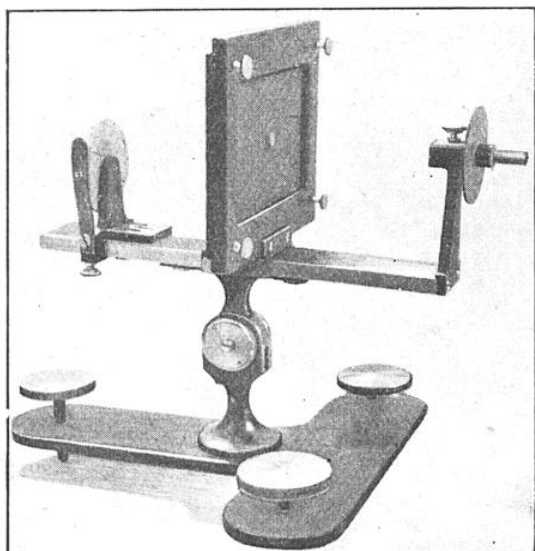

FIG. 4. — ENSEMBLE D'UN SPECTROGRAPHE A RAYONS X POUR L'ÉTUDE DES CRISTAUX
3) *La méthode des poudres ou de Debye et Scherrer et de Hull* (fig. 4), dans laquelle on éclaire un assemblage de microcristaux (poudre, métal) à l'aide d'un rayonnement également monochromatique. Les petits cristaux ayant toutes les orientations possibles, il en est de même de leurs plans réticulaires, et l'on obtient alors un phénomène de révolution autour de la direction des rayons X. Le cliché se compose de cercles concentriques, chacun de ces cercles correspondant à la réflexion des rayons X sur une série de plans réticulaires.
Ce procédé est de beaucoup le plus utilisé dans les laboratoires industriels (fig. 4 et 5).